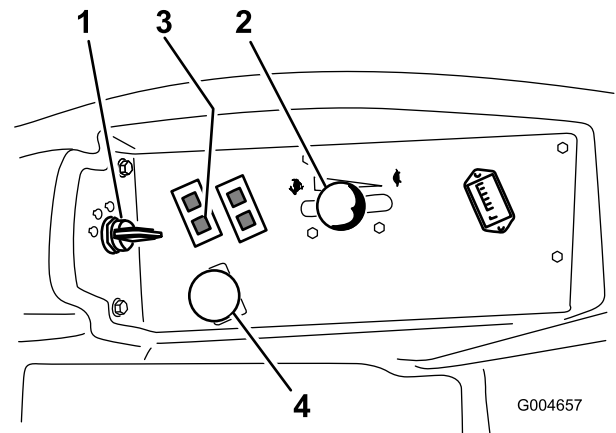

Figure 43
4. Placez la commande de prise de force (PDF) en position désengagée (Figure 43).
5. Réglez la commande d'accélérateur à mi-course entre les positions bas et haut régime (Figure 43).